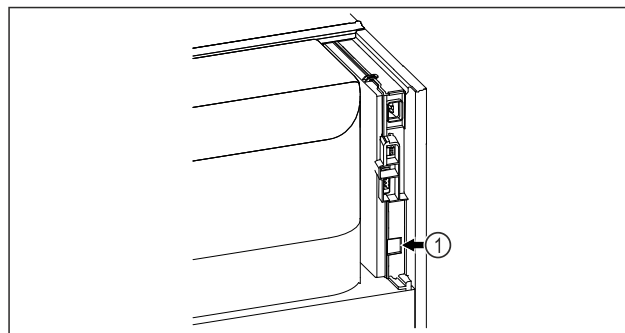

Fig. 144
- SmartModule Fig. 144 (1) je nasadený.